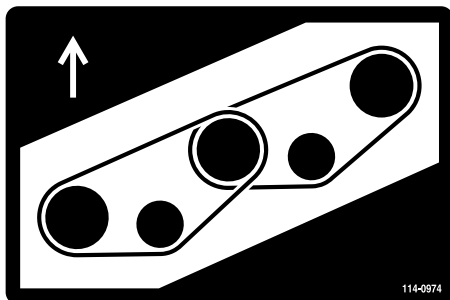

**Рисунок 85**
3. Используя ключ с трещеткой или аналогичный инструмент, отодвиньте натяжной шкив (Рисунок 85) от приводного ремня, чтобы снять натяжение ремня и иметь возможность снять ремень со шкивов.